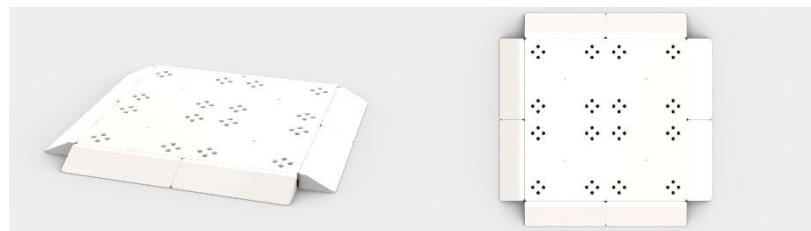

图2 锥台样式
3.2.4 场上有一块长300mm、宽300mm、高20mm平台和四个长300mm、宽50mm、高20mm过渡斜坡组成的白色锥台，是机器人的待命区，如图2所示。机器人要从待命区启动，完成任务后还要回到待命区。机器人可以从任何一边上下。